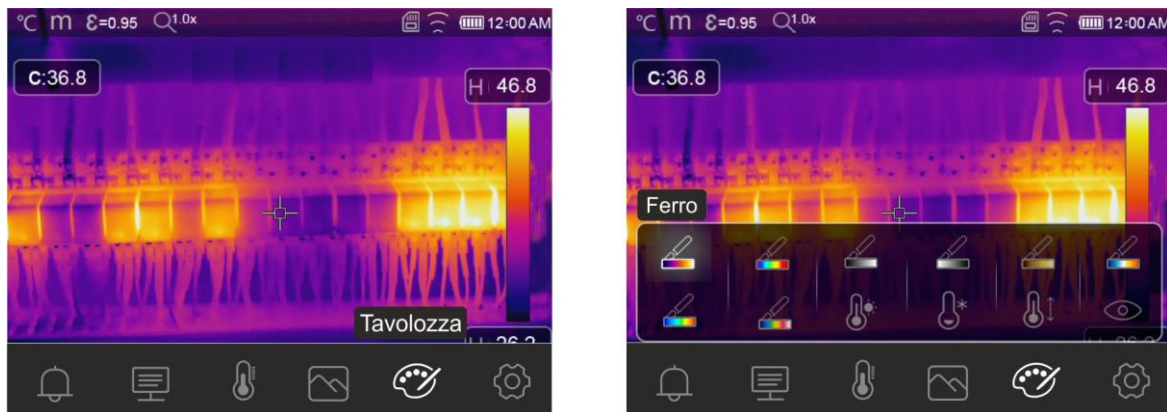

Fig. 40: Selezione tavolozze colori e funzioni isoterme
2. Toccare l'icona "🎨" per entrare nel menu "Menu Tavolozza". La videata di Fig. 40 – parte destra è mostrata a display